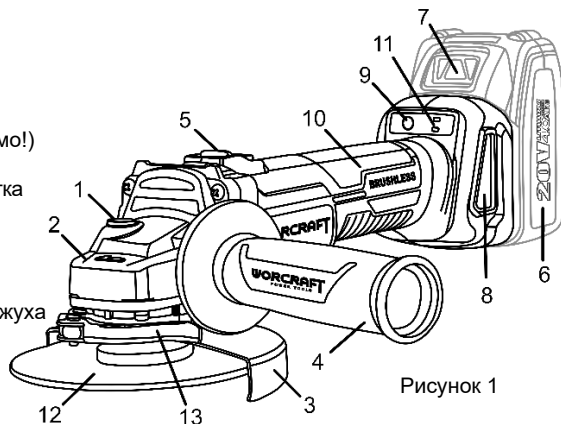
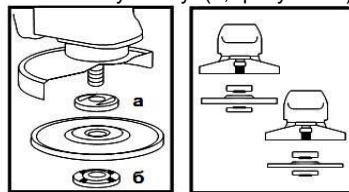

Рисунок 1
Рисунок 2
4.2 Міцно встановіть передню рукоятку (4, рисунок 1) у відповідний різьбовий отвір.
4.3 Встановіть захисний кожух (3, рисунок 1) у потрібне положення, залежно від виду роботи та диска, що використовується.
4.4 Встановіть на виріб абразивний диск. Для цього натисніть на кнопку блокування шпинделя (1, рисунок 1) і перевірте диск до такого положення, при якому він заблокується. За допомогою фланцевого ключа з комплекту постачання, відверніть і зніміть затискну гайку (б, рисунок 2). Встановіть абразивний диск на посадкове місце фланцевої шайби (а, рисунок 2), наживіть рукою затискну гайку на шпиндель і затягніть її за допомогою фланцевого ключа з комплекту постачання. Відпустіть кнопку блокування шпинделя та переконайтеся в тому, що вона вивільнена, шляхом дво- або триразового натискання. Перевірте диск і впевніться, що шпиндель розблокований. При встановленні диска з утопленням центром завжди розміщуйте його випуклою стороною до фланцевої шайби (дивіться рисунок 2).
4.6 Оберіть потрібну швидкість обертання шпинделя натисканням кнопки (9). Максимальна швидкість обертання: «I» = 3500 об/хв, «II» = 8500 об/хв. Світлові індикатори (11, рисунок 1) відображають обраний швидкісний режим.
4.9 Не перевантажуйте виріб. Слідкуйте за температурою корпусу редуктора (2, рисунок 1) та електродвигуна, яка не повинна перевищувати 70 °С. Якщо виріб нагрівся, дайте йому можливість кілька хвилин попрацювати без навантаження. При роботі дотримуйтеся циклічності: 15 хвилин роботи – 10 хвилин перерви (або час, необхідний для охолодження електродвигуна та редуктора).
4.10 Слідкуйте за тим, щоб пилонапроникні фільтрувальні сітки (8, рисунок 1) на вентиляційних отворах для охолодження виробу були завжди чистими та відкритими.
- зніміть знімні фільтрувальні сітки (8, рисунок 1);
- вставте фільтрувальні сітки (8, рисунок 1) у відповідні місця.